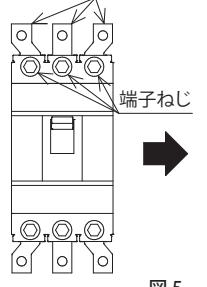

図 5
- ①ブレーカの端子ねじと主回路端子板をソケットレンチを使用して取り外します。取り外した端子ねじおよび主回路端子板は、プラグインユニットの場合は不要です。(図 5)
- ②ブレーカ裏面のカット部（3カ所）をニッパーなどで切断し、ブレーカ本体から A 部を切り離してください。